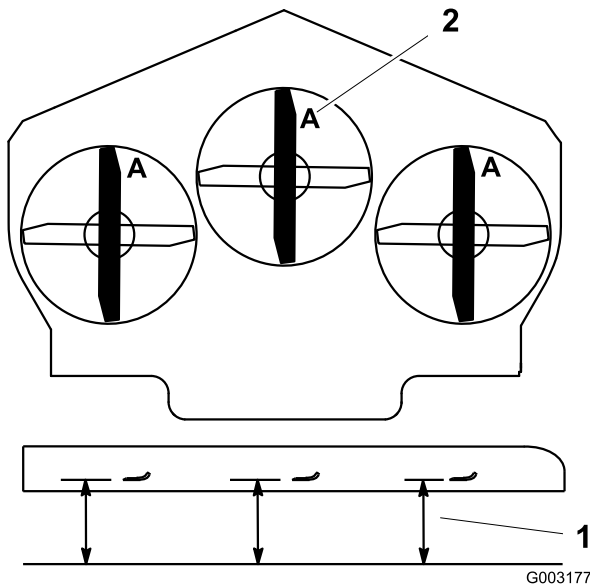

Figure 87
- Tournez les lames dans le sens longitudinal (Figure 87). Mesurez la distance entre la surface plane et le tranchant (position A) des lames (Figure 87). Notez cette valeur.